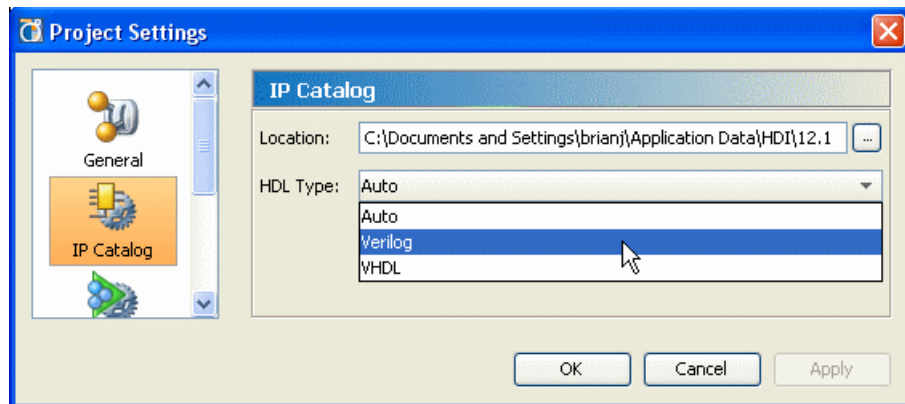

図 3-21 : [Project Settings] ダイアログ ボックスの [IP Catalog] ページ
2. 73 ページの図 3-21 のように [Project Settings] ダイアログ ボックスの [IP Catalog] ページが表示されます。